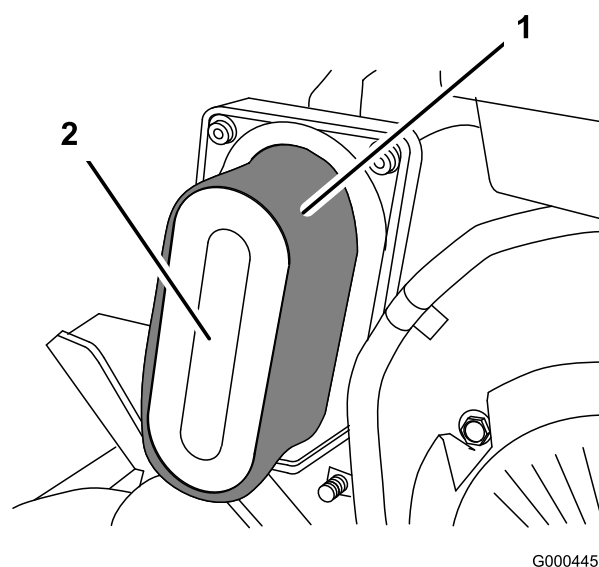

Figura 22
3. Se l'elemento in schiuma sintetica è sporco, toglietelo dall'elemento di carta (Figura 22), e pulitelo accuratamente.